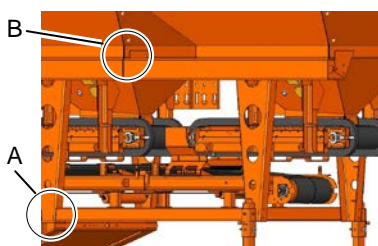

Fig. 11: Extensão da base do dosador / Feed bin base extension
- 3º. montar as extensões direita e esquerda, já com os pés, parafusando-as na base já montada, fig. 11, det. A, e fixando a parte superior das extensões na Usina, fig. 11, det. B;
- 3rd. Put together the right and left extensions already with the feet, bolting them to the already assembled base, fig. 11, det. A, and fasten the top part of the extensions on the Plant, fig. 11, det. B.
- 3º. armar las extensiones derecha e izquierda, ya con las patas, atornillándolas a la base ya armada, fig. 11, det. A, y fijando la parte superior de las extensiones en la planta, fig. 11, det. B;
- 3º. monter les rallonges droite et gauche, déjà équipées des pieds, en les vissant à la base déjà montée, fig. 11, dét. A, et en fixant la partie supérieure des rallonges à la centrale, fig. 11, dét. B ;